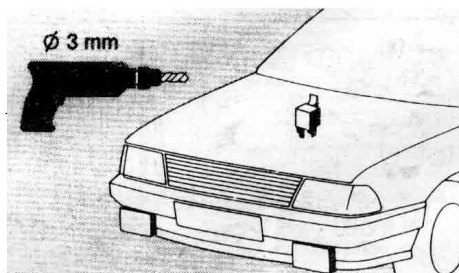

图 1-4
3. 打开发动机室盖在前挡风玻璃下方的隔热板上, 找一适当位置。使用 $\phi 3\text{mm}$ 的钻头钻一小孔以利安装继电器, 如图 1-4 所示。有些车本身就已预留螺丝孔即可利用。